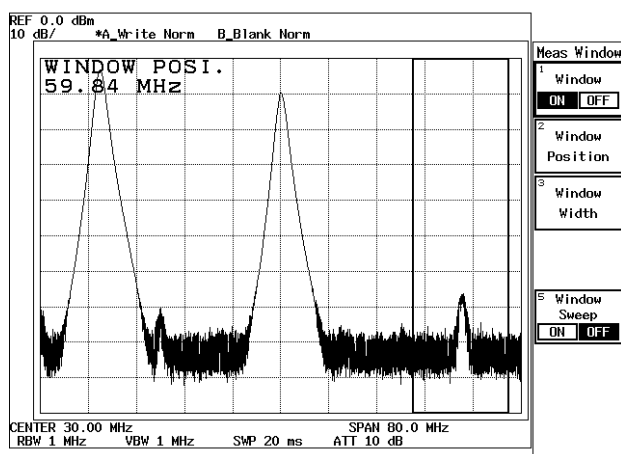

図 2-31 メジャリング・ウィンドウの表示
13. **Window Position** を押し、メジャリング・ウィンドウをデータ・ノブで右側のピークに移動します。(図 2-31 参照)